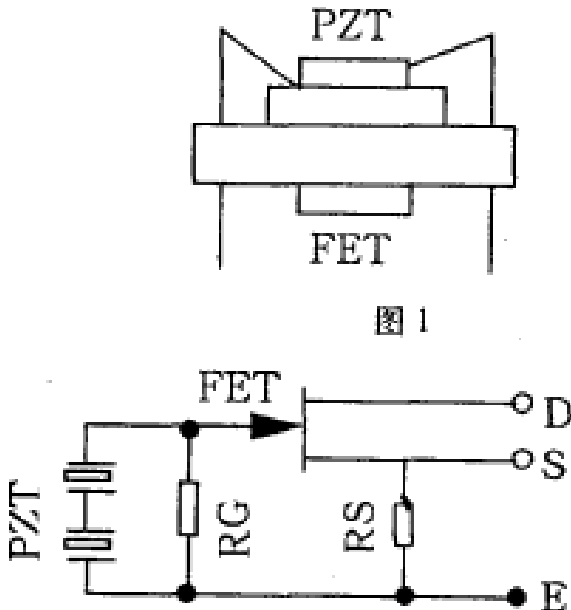
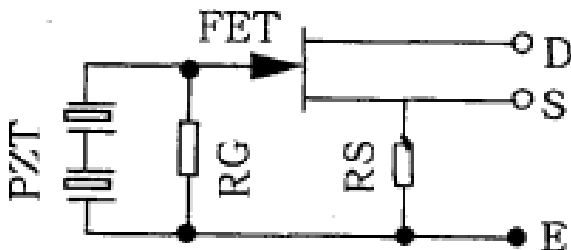

图 1
图 2
热释电红外传感器的结构如图1所示。将敏感材料PZT上、下表面作成电极,表面上加一层黑色氧化膜,以提高转换效率。由于它的输出阻抗极高,而且输出电极极其微弱,故在其内部装有场效应管(FET)及偏置电阻(RG、RS),以进行信号放大及阻抗变换,其内部电路如图2。热释电红外传感器按内部安装敏感元件个数多少,又可分为单元件、双元件、四元件及特殊形式等几种。最常见的为双元件型,如P228就是一种通用型双元件热释电红外传感器(详见图2)。所谓双元件就是在一个传感器中有两个反相串联的敏感元件,其特点是:①当入射能量顺序地射到两个元件上时,其输出要比单元件高一倍;②由于两个元件逆向串联,对于同时输入的能量会相互抵消,可防止太阳或灯头等红外线引起误动作;③可防止因环境温度变化引起的检测误差;④常用的PZT敏感元件还具有压电效应,所以PZT双敏感元件还可以消除因振动引起的检测误差。